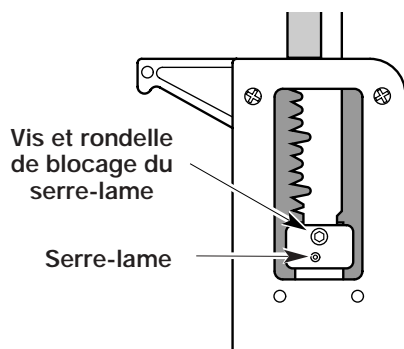

Fig. 15
2. Retirez la vis du serre-lame, la rondelle de blocage et le serre-lame (fig. 15).